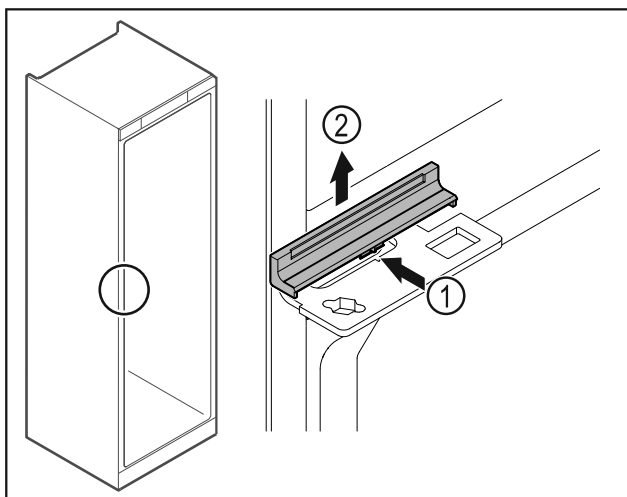

Fig. 43
- ▶ Pokrov Fig. 43 (1) na sredini rahlo potisnite not in snemite v smeri navzgor Fig. 43 (2).